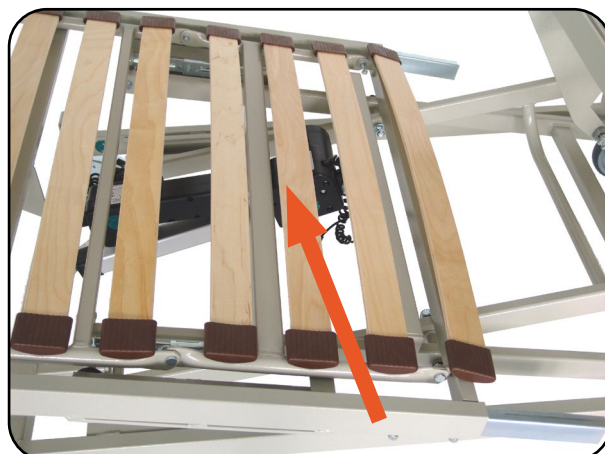

Abb. 6.1.05 – Querstrebe
8. Wenn sich beide C-Schienen auf den Führungsrollen befinden, schieben Sie die Fußauflage so weit, bis die Querstrebe (siehe Pfeil) gegen den Scherenhubantrieb kommt. In dieser Position können Sie die Fußauflage ablegen (Abb. 6.1.05).